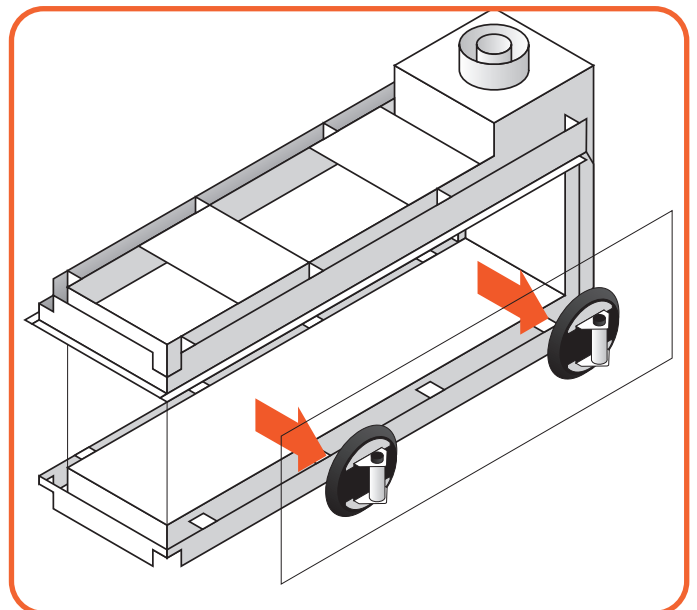

Abb. 9.14 Herausnehmen der Glasscheibe
- Heben Sie die Glasscheibe aus der unteren Glasschiene und neigen Sie sie etwas, um sie aus der Öffnung herauszuziehen, wie in Abbildung 9.14 dargestellt.